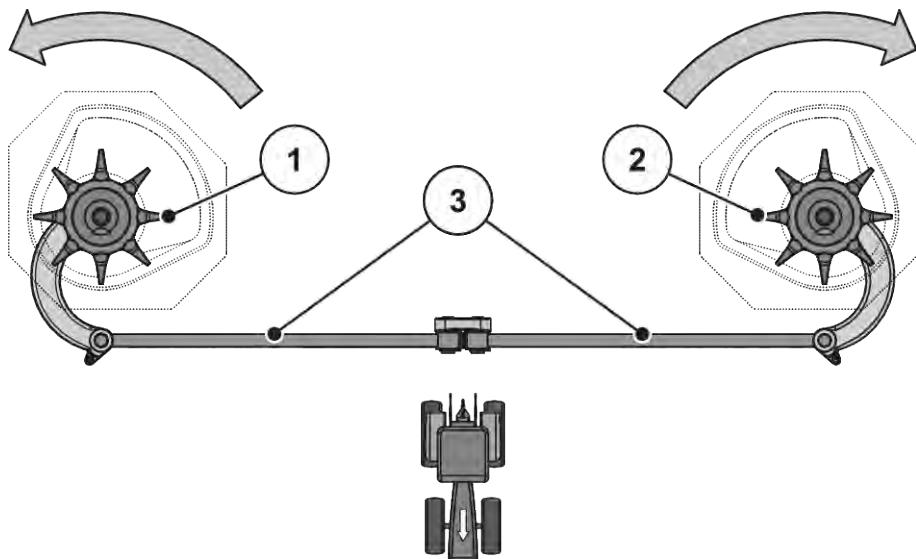

図 60: アジテータードライブの点検
- ▶ アジテーターラレットを手で散布ディスクの回転方向に回します。参照: 図 60 アジテータードライブの点検。
- ▷ アジテーターラレットをオイルフィルターバンドを使うか、手で散布ディスクの回転方向と反対の方向に回します。参照: 図 60 アジテータードライブの点検